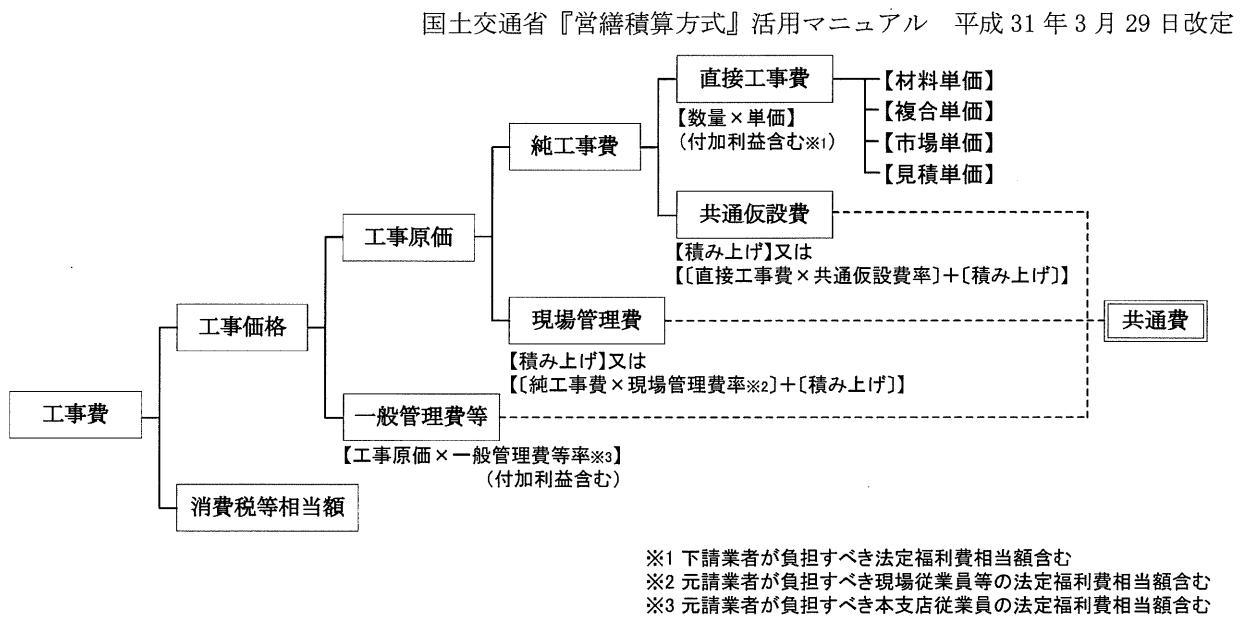

図 1.1 工事価格の構成
1. 積算の概要 工事価格の構成は図 1.1 に示す通り、各要素により構成されている。